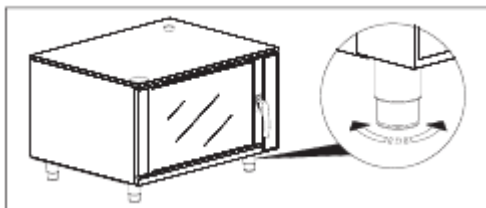

рис. 4
- c) Во время установки на кухонную стойку, регулируйте положение печи при помощи настраиваемых ножек ( см.рис. 4)